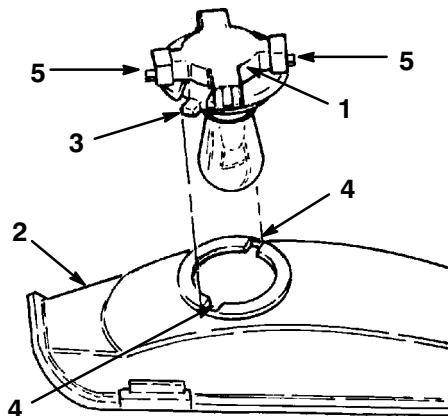

Bild 34
3. Drehen Sie die Birnenfassung um 1/4 Umdrehung entgegen dem Uhrzeigersinn und nehmen die Birne aus dem Reflektor (Bild 34).
2. Die Birnenfassung hat zwei Zungen (Bild 34). Fluchten Sie die Zungen auf die Schlitzte im Reflektor aus, setzen die Birnenfassung in den Reflektor ein und drehen die Birne im Uhrzeigersinn 1/4 Umdrehung bis zum Anschlag.